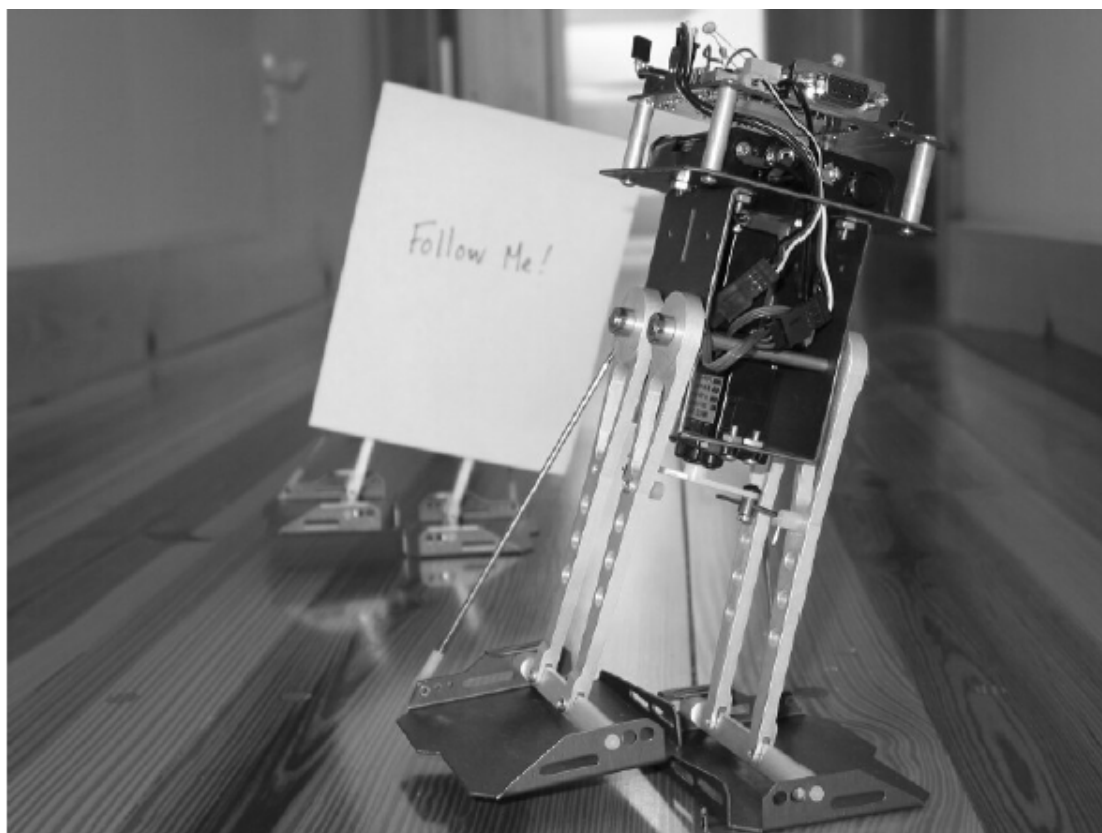

图 7.5 一个步行机器人跟随另一个步行机器人
图 7.5 显示了一个领路机器人后面有一个跟随机器人。领路机器人可以运行任意一个前面的程序，只需让调低其运动速度（增加 PAUSE 值或者减小 STEP 值），而跟随机器人执行程序 7.3。比例控制使跟随机器人成为一个很好的追随者。一个领路机器人可以带 2 个或者 3 个步行机器人形成一个队列，只需在领路机器人的后面增加一张 4×4 英寸的白纸。
- 如果你的班级有多个机器人，按照图 7.5 所示在领路机器人背后安装一个纸板。